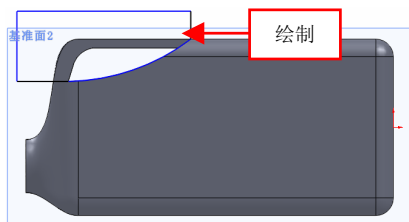

图 16-31 绘制草图对象
(7) 单击【拉伸切除】按钮, 选取基准面 2, 进入草图绘制环境, 绘制草图对象, 如图 16-31 所示。